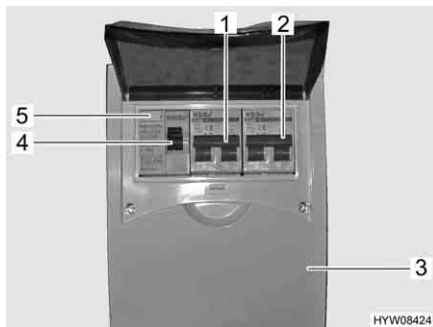

Fig. 72 Scatola dei fusibili a 230 V con interruttore di sicurezza e interruttore automatico FI
Un interruttore di sicurezza per correnti di guasto (interruttore automatico FI) (Fig. 72,4) nella scatola dei fusibili (Fig. 72,3) protegge l'intero veicolo da correnti di guasto (0,03 A).
L'interruttore di sicurezza collegato in serie (10 A) (Fig. 72,1) protegge le prese da 230 V, l'apparecchio per l'alimentazione elettrica, l'apparecchio per l'alimentazione elettrica supplementare e il frigorifero.
Per veicoli con accessori opzionali, p. es. l'impianto di climatizzazione, un ulteriore interruttore di sicurezza (16 A) (Fig. 72,2) protegge l'apparecchio.
- Se il veicolo è collegato all'alimentazione a 230 V, premere il tasto di controllo (Fig. 72,5). L'interruttore di sicurezza per correnti di guasto (FI) deve scattare.